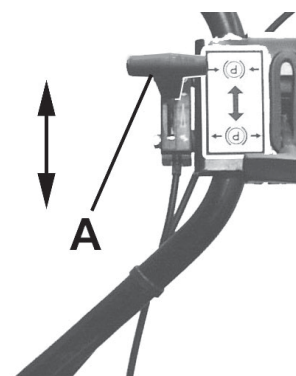

Fig. 6.2
6.2 THROTTLE CONTROL (A Fig. 6.2)